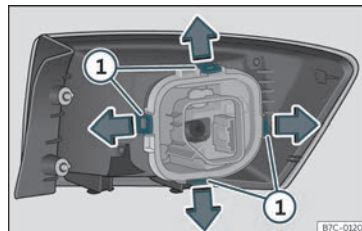

Fig. 49 Llengüetes de fixació a la part posterior de la unitat de llum posterior.
- Desmunteu el portabombetes desbloquejant les llengüetes de fixació >>> **fig. 49 ①**.
❶ COMPTE!